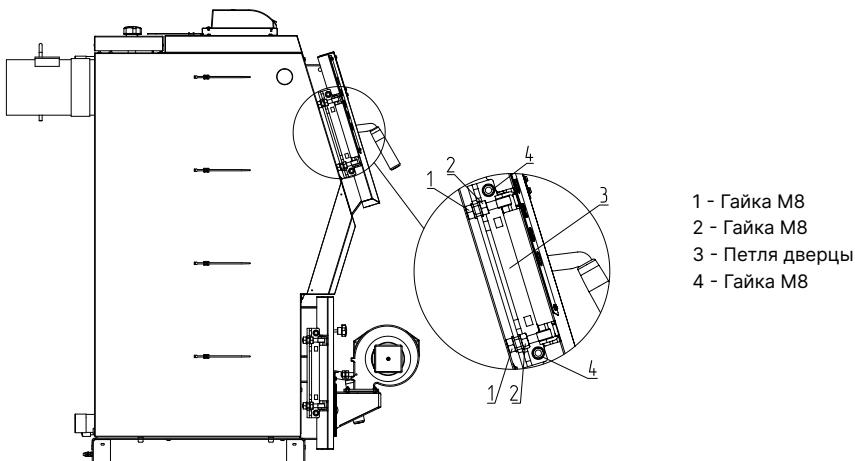

Рис.8 Регулировки петли дверцы загрузочной
- Ослабить гайки (**Рис.8 поз.1**);
- Вращая гайки (**Рис.8 поз.2**) установить необходимое прилегание к арке двери;
- После установки необходимого прилегания к арке двери, затянуть гайки (**Рис.8 поз.1**).
- После установки горизонтального положения двери или наклон относительно горизонта, затянуть гайки (**Рис.8 поз.1**).
- Ослабить гайки (**Рис.8 поз.4**);
- Установить нужную высоту двери перемещая петлю вверх или вниз (**Рис.8 поз.3**).
- После установки высоты двери, затянуть гайки (**Рис.8 поз.4**).